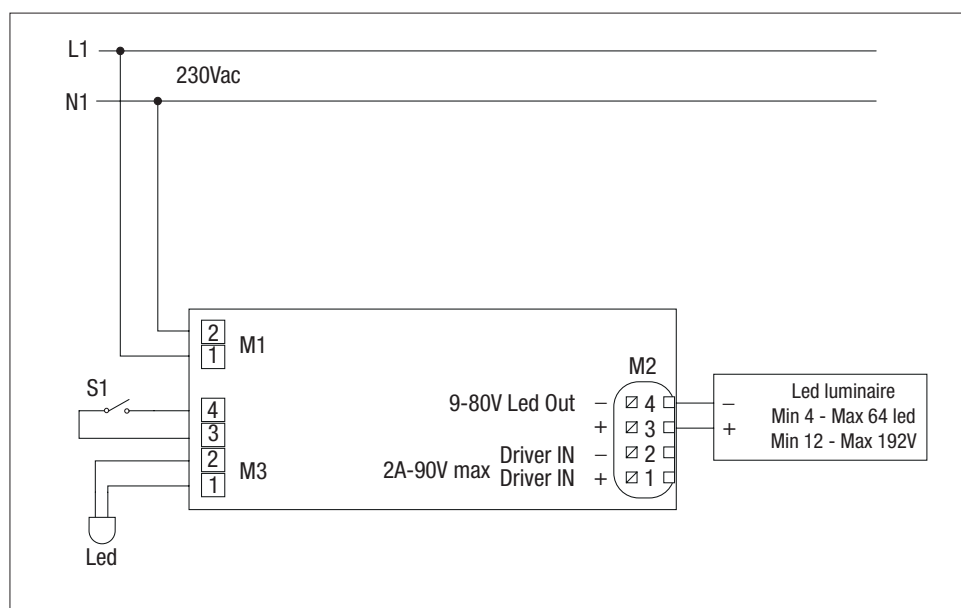

Fig. 3
- **SE:** funzionamento non permanente, vedi fig. 3 (in caso di assenza di energia elettrica, l'apparecchio di illuminazione a cui è collegato, si accende).